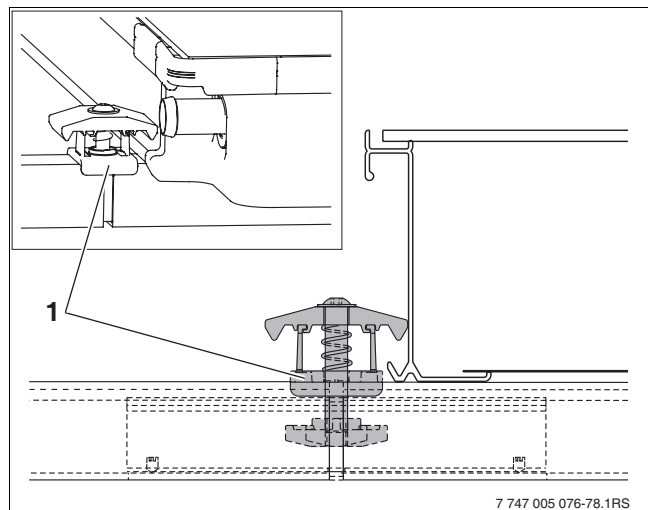

Fig. 64 Montage du tendeur double
- Insérer le tendeur double avec l'écrou dans l'ouverture du rail profilé et du connecteur jusqu'à ce que la patte d'écartement en plastique (fig. 64, [1]) enveloppe le rail profilé.